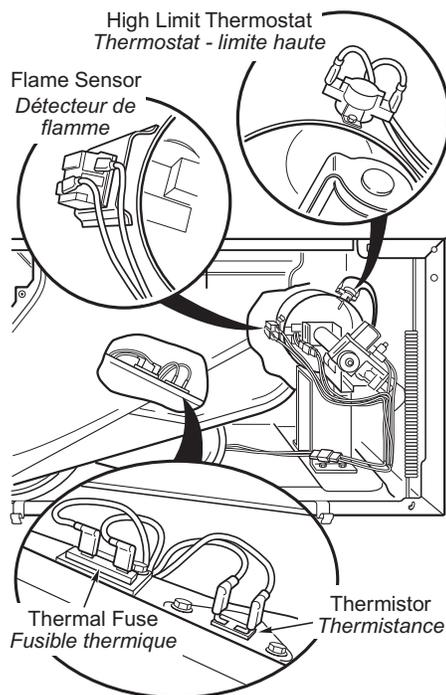

Figure 1
Remove the thermistor from the fan housing and plug the hole. See Figure 1. Protect the thermistor and leads from grounding against any metal parts. Completely block the exhaust outlet. Turn dryer on and measure the time elapsed until the high limit thermostat trips. It should trip in less than 90 seconds.
Retirer la thermistance du logement du ventilateur, et obturer l'orifice. Voir la figure 1. Protéger la thermistance et les conducteurs contre tout contact avec un composant métallique relié à la terre. Obturer complètement l'orifice de décharge. Mettre la sécheuse en marche et mesurer le temps écoulé jusqu'à ce que le thermostat de limite haute se déclenche. Il devrait se déclencher en moins de 90 secondes.
Once the thermal fuse has opened, it must be replaced. Check for failed thermistor or other cause of failure. Replace failed parts. See Figure 1.
Après l'ouverture du fusible thermique, on doit le remplacer. Déterminer si la thermistance est défectueuse ou s'il y a une autre cause de défaillance. Remplacer les pièces défectueuses. Voir la figure 1.
- If wiring is functional, replace the thermistor: Unplug the dryer and remove the front toe panel. Remove the two wires and replace the thermistor as shown in Figure 1.
- Si le câblage est fonctionnel, remplacer la thermistance : Débrancher la sècheuse et enlever le panneau de plinthe. Débrancher les deux fils et remplacer la thermistance (Voir la figure 1).